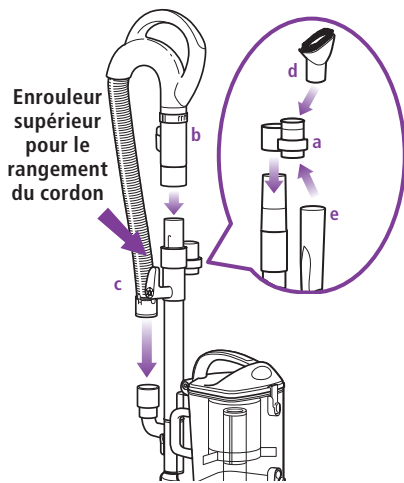

Fig. 9
- 4 Faites glisser le support d'accessoire (a) en position opposée à l'enrouleur du cordon supérieur, par-dessus le tube de rallonge. Alignez la languette avec la rainure et poussez vers le bas. (Fig. 9)
- 5 Poussez la poignée (b) sur le dessus du tube de rallonge jusqu'à ce qu'un déclic indique qu'elle est en place. (Fig. 9)
- 6 Insérez l'extrémité du tuyau extensible (c) dans le connecteur situé à l'arrière du chariot amovible. (Fig. 9)
- 7 Rangez la brosse à épousseter (d) et le suceur (e) sur les montures sur le support d'accessoires. (Fig. 9)
- 3 Mettez l'interrupteur marche/arrêt (b) en position "I" pour passer l'aspirateur sur les planchers (aspiration directe seulement) ou en position "II" pour mettre en marche la brosse motorisée (pour les tapis et les carpettes). (Fig. 9)
**⚠ IMPORTANT:** La lampe témoin de la brosse motorisée (c) s'allumera en vert lorsque la brosse motorisée est en marche ou en rouge s'il y a un blocage. (Fig. 9) Cette caractéristique est conçue pour protéger la courroie à vie qui fait fonctionner votre brosse motorisée. Se référer à Rechercher les obstructions, à la page 31.